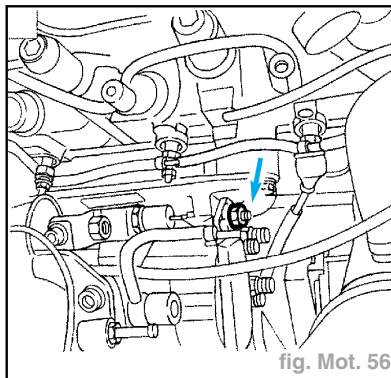

fig. Mot. 56
- Dévisser la vis de fixation AR de la pompe d'injection (fig. Mot. 56).
- Dévisser la vis AR de fixation (voir flèche) de la pompe d'injection à l'aide de l'outil **1850160000** (fig. Mot. 56).